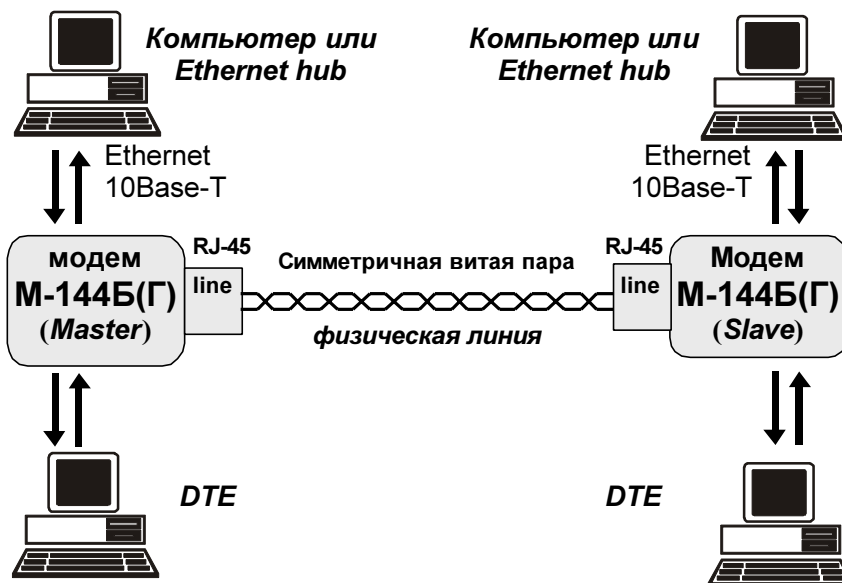

Рис. 7. Схема соединения модемов
Схема соединения модемов для организации дуплексного канала связи приведена на Рис. 7. Назначение контактов линейного разъема приведено в приложении (см. Приложение 1). В качестве линейного разъема применяется восьмиконтактная вилка RJ-45. В любом случае, для подключения к физической линии используются только два средних контакта. Полярность при подключении к проводам линии значения не имеет. Остальные контакты необходимо оставить незадействованными (за исключением случая использования специального грозозащитного заземления. Модемы с такой грозозащитой поставляются по специальному заказу).
1. Соединить модемы в соответствии со схемой, приведенной на Рис. 7 (стр.11).